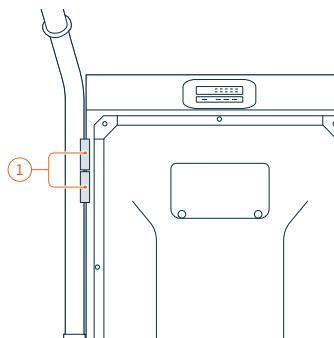

Fig. 11 Tomadas no melhorGen (destacadas)
O betterGen está equipado com duas tomadas diferentes para ligar aparelhos (fig. 11/1). Ambas foram concebidas para aparelhos com um consumo de energia máximo de 16 A (230 V, 50 Hz). A tomada inferior foi concebida para cargas capacitivas e indutivas elevadas que requerem uma corrente de irrupção elevada. A tomada superior foi concebida para cargas capacitivas e indutivas reduzidas.
1. Ligue o aparelho ao melhorGen (fig. 11/1).